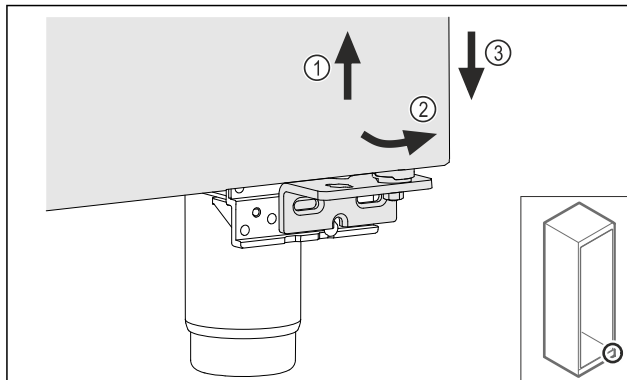

Fig. 24
- ▶ Vrata rahlo dvignite Fig. 24 (1) in jih spodaj nagnite Fig. 24 (2) ter spustite Fig. 24 (3).